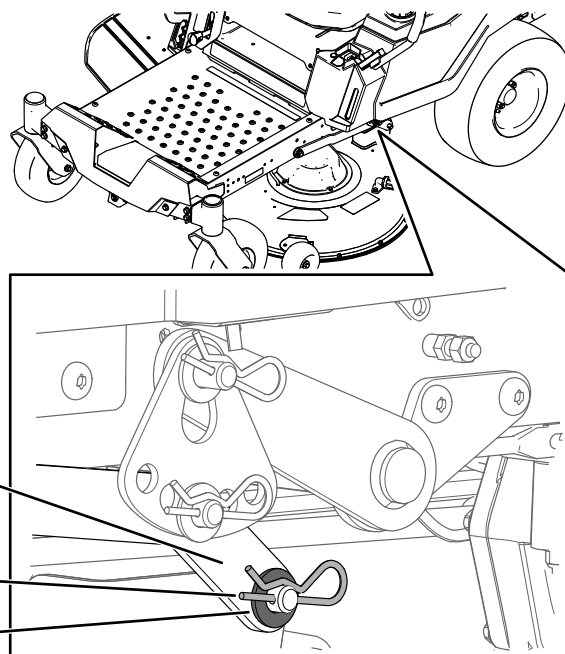

Figure 65
6. D'un côté de la machine, retirez la rondelle et la goupille fendue de l'axe du tablier (Figure 65).
7. Déposez le bras de levage de l'axe du tablier (Figure 65).
5. D'un côté de la machine, soulevez l'arrière du tablier de coupe et installez le bras de levage sur l'axe du tablier (Figure 65).
6. Installez le bras de levage avec la rondelle et la goupille fendue (Figure 65).